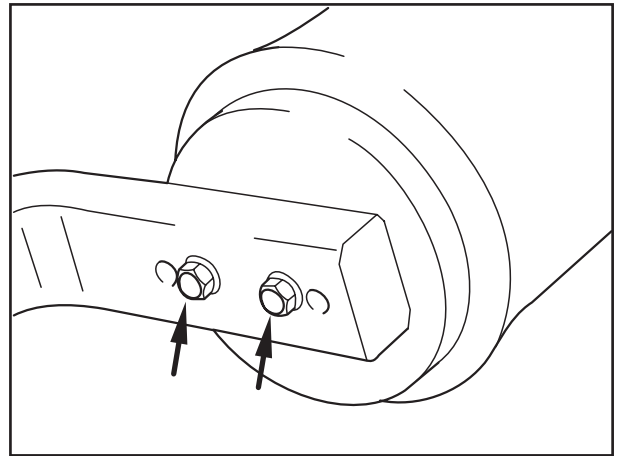

Fig. 1
- [2] Untere Sicherungsschrauben (Fig. 1/Pfeile) des Liftbalges herauschrauben.
- [2] Unscrew bottom locking bolts (Fig. 1/arrows) of the lift bag.
- [2] Oter les vis inférieures de sûreté (fig. 1 /flèches) du coussin de relevage.